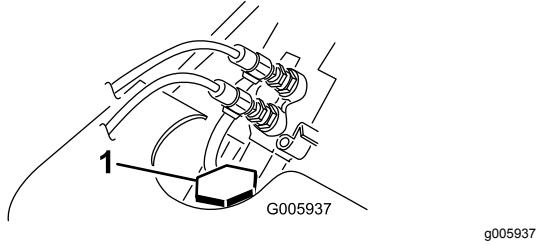

Bild 38
3. Nehmen Sie den Kühlerfülldeckel ab und prüfen Sie den Kühlmittelstand (Bild 38).